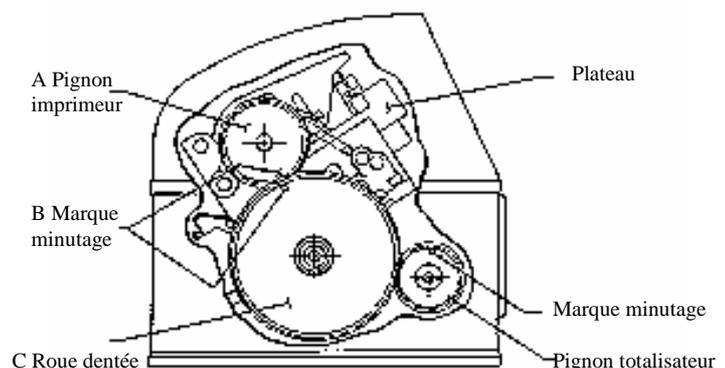

Figure 6. Montage de l'imprimeur sur le totalisateur
3. Faire tourner le large pignon (B) de telle sorte que les marques de minutage et le pignon de l'imprimeur s'alignent (A). Voir Figure 6. Il sera nécessaire de maintenir le pignon en position jusqu'à ce que l'imprimeur soit monté et que la roue dentée et d'impression s'engagent.
5. Vérifier la position des marques de minutage sur le pignon de l'imprimeur (A), le pignon (B) et le pignon du totalisateur (C). Ils doivent être positionnés comme indiqué en figure 6.